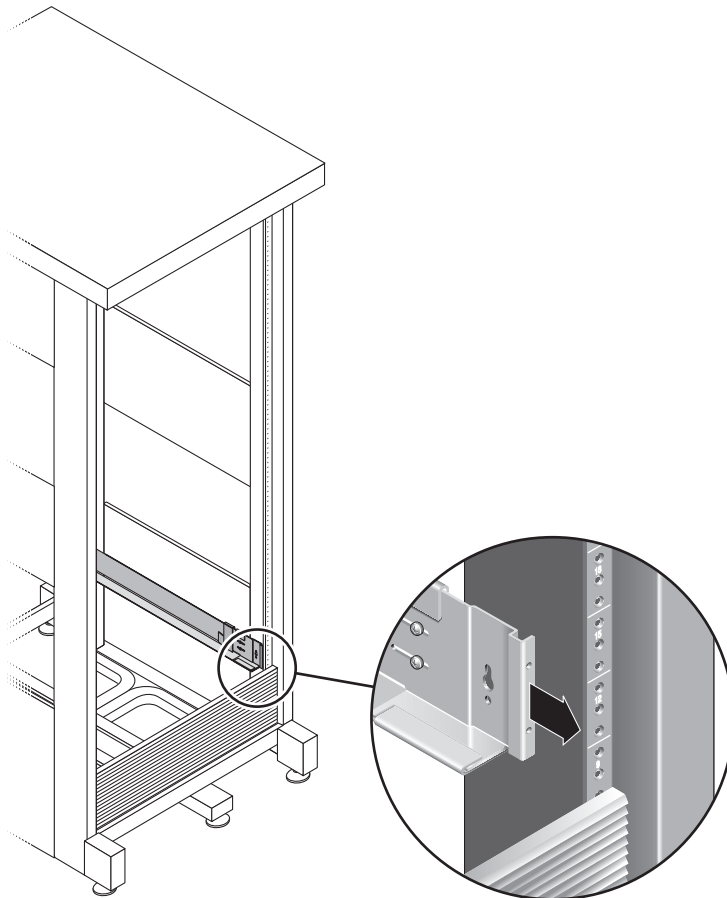

FIGURE 2-5 Réglage de la longueur du rail gauche à l'arrière de l'armoire
6. À l'arrière de l'armoire, réglez au besoin la longueur de chaque rail pour qu'il tienne dans l'armoire et placez la bride du rail sur le rail vertical (FIGURE 2-5).